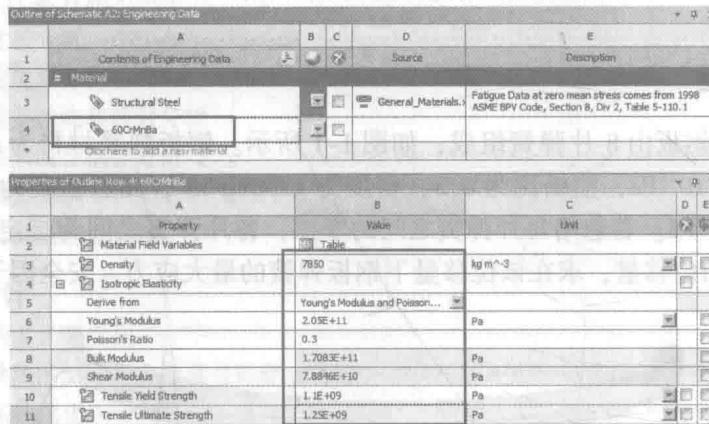

图 1-3 创建 60CrMnBa 材料
(4) 在左侧单击【Linear Elastic】展开→双击【Isotropic Elasticity】→【Properties of Outline Row 4: 60CRMNBA】→【Young's Modulus】= 2.05E + 11Pa。
(6) 在左侧单击【Strength】展开→双击【Tensile Yield Strength】→【Properties of Outline Row 4: 60CrMnBa】→【Tensile Yield Strength】= 1.1E + 09Pa。
(7) 【Physical Properties】→双击【Tensile Ultimate Strength】→【Properties of Outline Row 4: 60CrMnBa】→【Tensile Ultimate Strength】= 1.25E + 09Pa, 如图 1-3 所示。